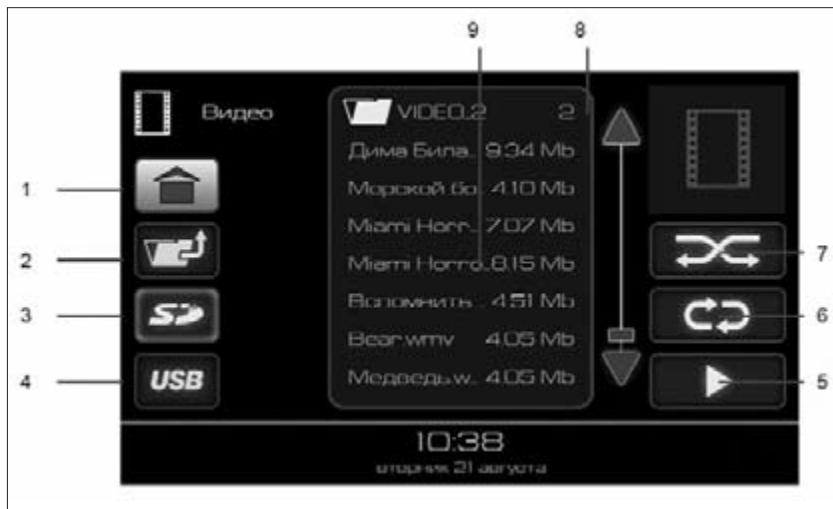
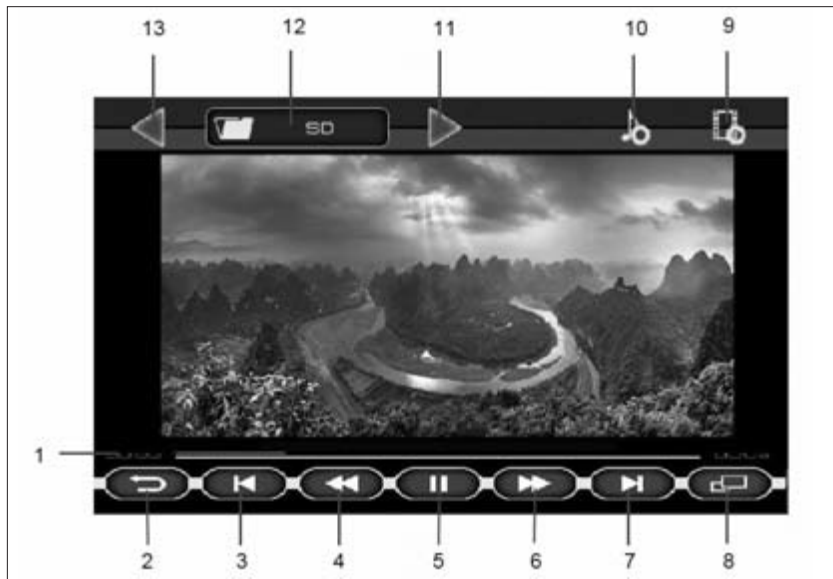

Рис. 6. Окно режима «ВИДЕО»
Рис. 7. Окно проигрывания видеофайлов
Доступные для воспроизведения видеофайлы и папки отображаются в списке (9), рис. 7. Двойное нажатие на изображение папки  отобразит список видеофайлов в этой папке. Для выхода из папки нужно нажать кнопку 2 (рис. 6).
режима повторного воспроизведения выбранного файла (кнопка 6, рис. 6);
– либо нажатие на кнопку воспроизведения файлов (кнопка 5, рис. 6) позволяет воспроизвести все видеофайлы, находящиеся в списке (9) на рис. 6;
– либо выбор папки одиночным нажатием на изображение папки  в списке (9) рис. 6, а затем нажатие кнопки воспроизведения файлов (кнопка 5, рис. 6) позволяет воспроизвести все видеофайлы, находящиеся в выбранной папке и ее подпапках.
Для включения полноэкранного режима воспроизведения нажать кнопку **8** (рис. 7) или на изображении.
Если при воспроизведении видеофайла нажать на кнопку **|| (5)** (рис. 7), а затем нажать на кнопку возврата (кнопка **2**, рис. 7), то произойдет переход в главное меню и в кнопке **«Видео»** (рис. 2) появится индикатор паузы. Этот режим позволяет вернуться к воспроизведению видеофайла с того места, где была поставлена пауза.